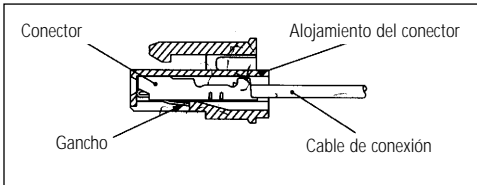
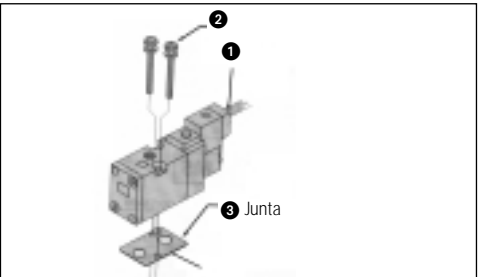

Figura 6
Figura 10
Desconexión del conector enchufable (Figura 6)
Desmontaje de la válvula de la base (Figura 10)
- 1 Desconecte el conector eléctrico 1 (Figura 10) (también siga la Figura 6).
- 2 Suelte los tornillos 2 de sujeción de la válvula y consérvelos (Figura 10).
- 4 Conserve la junta 3 (Figura 10).
- 1 Coloque la junta 3 (Figura 10) con la orientación apropiada.
- 3 Coloque los tornillos 2 (Figura 10) de sujeción de la válvula.
- 1 Desmonte la válvula siguiendo el procedimiento anterior (Figura 10).